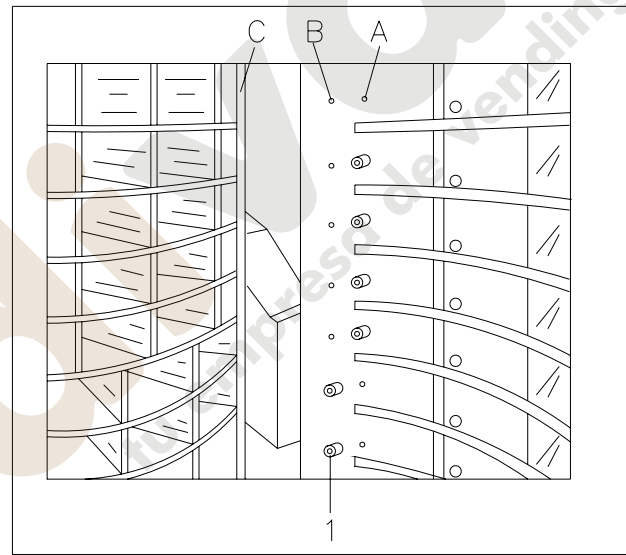

FIG. 11
Las bandejas de selección incluidas en el distribuidor tienen los compartimientos regulados previamente como se muestra en la FIG. 9. Se puede variar el número de los compartimientos quitando o agregando los tabiques divisores. El número de los espacios por plano puede ser: 6, 12, 18. Cuando se varía el número de los espacios, es necesario variar también la posición del tope de la ventanilla ref. 1 FIG. 11 correspondiente al compartimiento modificado, de manera tal que el tamaño de la apertura de la puerta corresponda a la medida de los compartimientos modificados.
- a) Atornillar el tope pos. 1 FIG. 11 en el orificio -A- para compartimientos con 18 espacios;
- b) Atornillar el tope pos. 1 FIG. 11 en el orificio -B- para compartimientos con 12 espacios;
- c) Quitar el tope pos. 1 FIG. 11 para que la ventanilla de retiro se tope con el montante -C-, para compartimientos con 6 espacios;